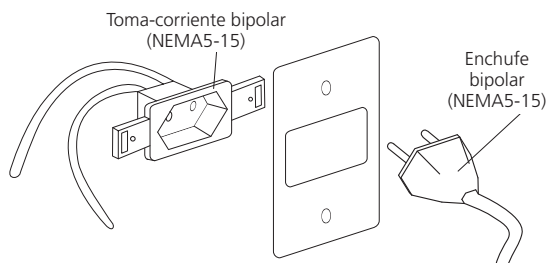

Fig. 8
- Conectar el producto en un tomacorriente bipolar exclusivo, de fácil acceso y en excelente estado (fig. 8).